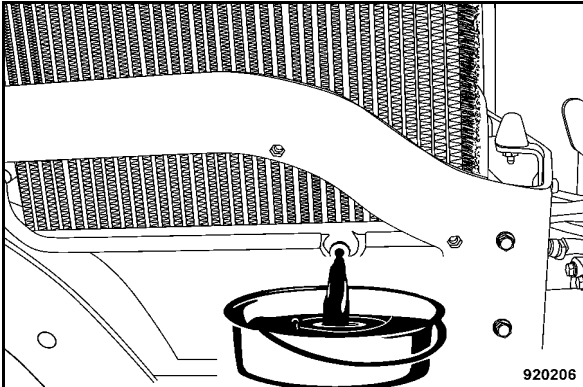

Fig. 173
- Dévisser le bouchon de vidange (Fig. 173).